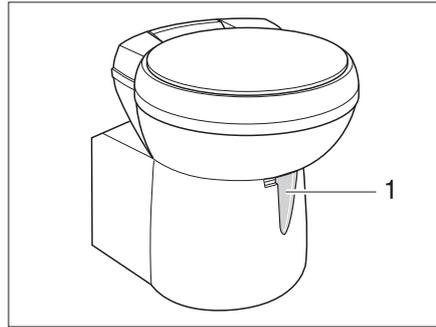

Bild 157 Thetford-Toilettenschüssel, schwenkbar
- Vor dem Spülen den Schieber der Thetford-Toilette öffnen. Dazu den Schieberhebel (Bild 157,1) entgegen dem Uhrzeigersinn schieben.